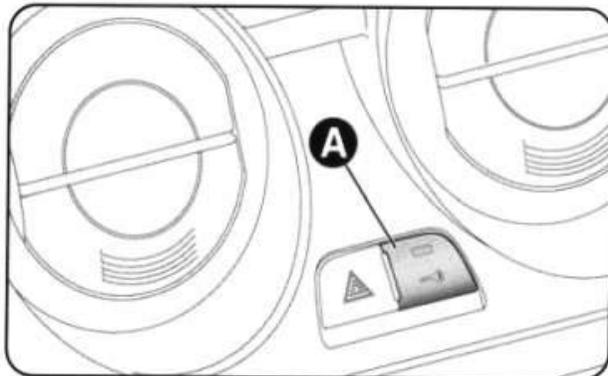

рис. 54
При всех закрытых дверях нажмите на кнопку  на пульте дистанционного управления или поверните металлическую часть ключа в замке водительской двери. На запирание дверей указывает включение светодиода в кнопке А (рис. 54).
**ПРЕДУПРЕЖДЕНИЕ.** После одновременного запирания всех дверей при подъеме кнопки блокировки одной из дверей она отпирается (при подъеме кнопки блокировки пассажирской двери светодиод на кнопке А (рис. 54) остается включенным).